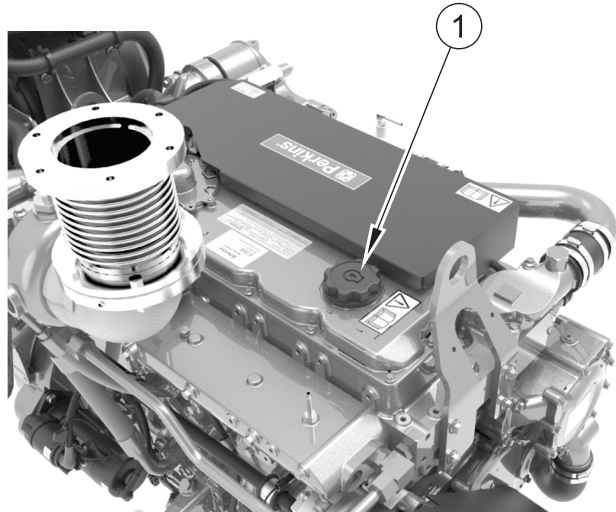

Figure 29
6. Retirez le bouchon de remplissage d'huile (figure 29, repère 1).